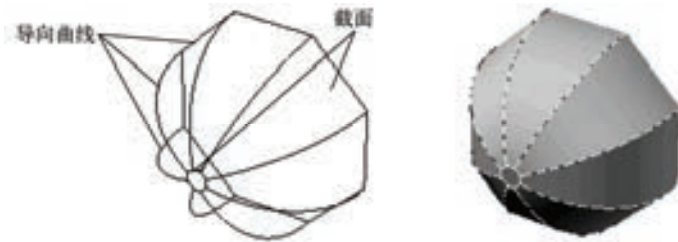

图 10-80 导向放样
1) 导向 (G): 指定控制放样实体或曲面形状的导向曲线。可以使用导向曲线来控制点与相应的横截面匹配, 以防止出现不希望看到的效果 (如结果实体或曲面中出现皱褶)。导向曲线是直线或曲线, 可通过将其他线框信息添加至对象来进一步定义建模或曲面的形状, 如图 10-80 所示。选择该选项, 命令行提示与操作如下。